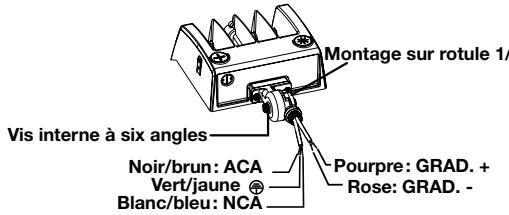
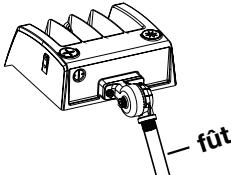

figure 1
figure 2
Étape 2 : terminez la connexion des fils selon le mode de raccordement approprié (portez attention au fil positif, au fil négatif et au fil de mise à la terre), (figure 1) ensuite insérez le fil dans le fût de la lampe(figure 2);